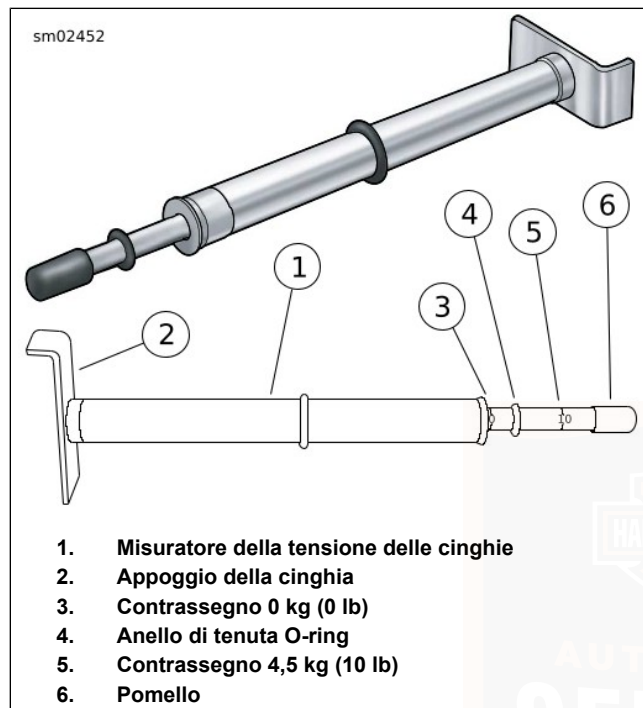
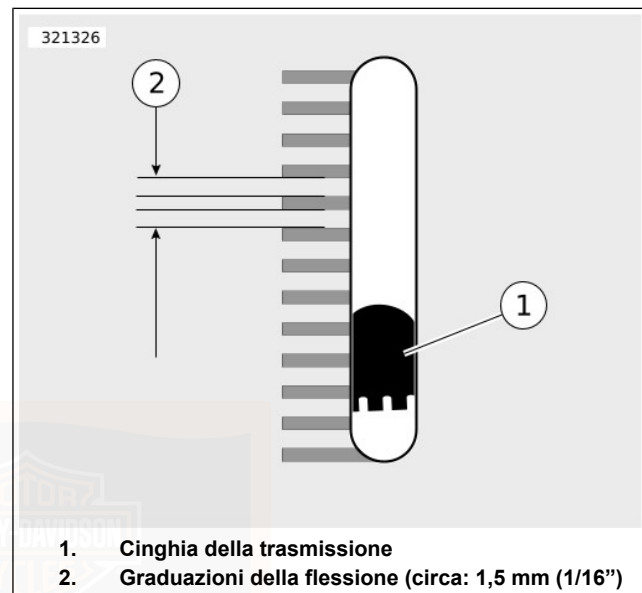

Figura 58. Misuratore della tensione delle cinghie
Figura 59. Finestra di visualizzazione della flessione delle cinghie
3. Vedere Figura 58. Misurare la flessione delle cinghie usando MISURATORE DELLA TENSIONE DELLE CINGHIE (N. CODICE: HD-35381-A):
- a. Far scorrere l'anello di tenuta O-ring (4) verso il contrassegno dello zero (3).
- b. **Modelli dotati di finestra di visualizzazione della flessione delle cinghie:** collocare l'appoggio della cinghia (2) contro la parte inferiore della cinghia della trasmissione e in linea con la finestra di visualizzazione della flessione delle cinghie.
- c. **Tutti gli altri modelli:** collocare l'appoggio della cinghia (2) contro la parte inferiore della cinghia della trasmissione, a metà fra le pulegge conduttrici.
- d. Premere verso l'alto sul pomello (6) fino a quando l'anello di tenuta O-ring scorre in basso verso il contrassegno di 4,54 kg (10 lb) (5) e resta fisso in questa posizione.
- a. **Modelli dotati della finestra di visualizzazione della flessione della cinghia:** vedere Figura 59. Misurare la flessione della cinghia attraverso la finestra di visualizzazione della flessione della cinghia, tenendo fermo il misuratore. Ciascuna graduazione della flessione è di circa 1,6 mm (1/16 in).